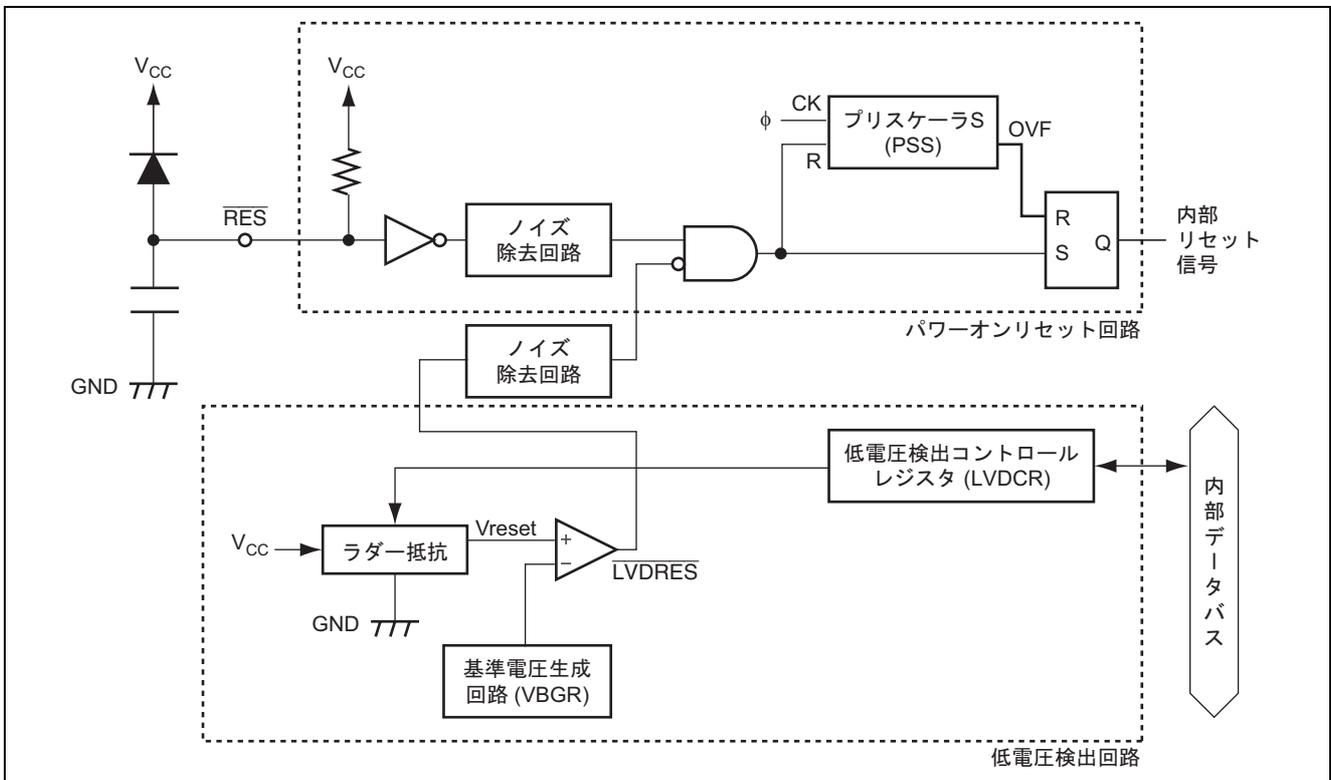

図 2 パワーオンリセット回路および低電圧検出回路のブロック図
1. 本タスク例では、H8/36077 の内蔵パワーオンリセット回路および低電圧検出回路 (LVDR) を用い、パワーオンリセットおよび低電圧時のリセット動作をします。内蔵パワーオンリセット回路および低電圧検出回路のブロック図を図 2 に示します。以下に内蔵パワーオンリセット回路および低電圧検出回路について説明します。